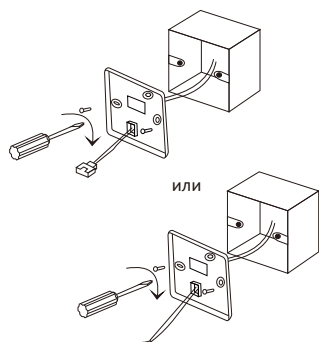

Рис. 7.7
3. Установите короб в стену (приобретается заказчиком). Пропустите электропровод из коробки через заднюю крышку контроллера. Закрепите двумя винтами (20мм, входят в комплект поставки) заднюю крышку контроллера в коробе как показано на рис. 7.7